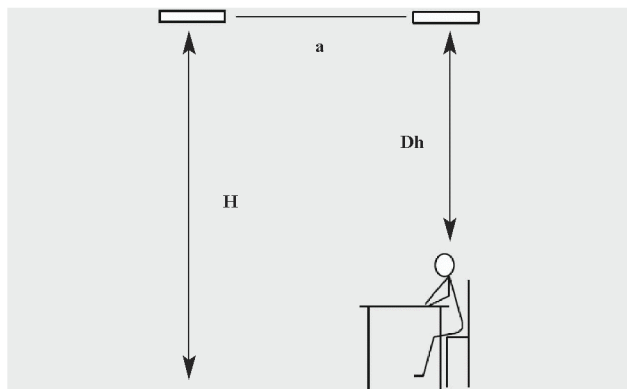
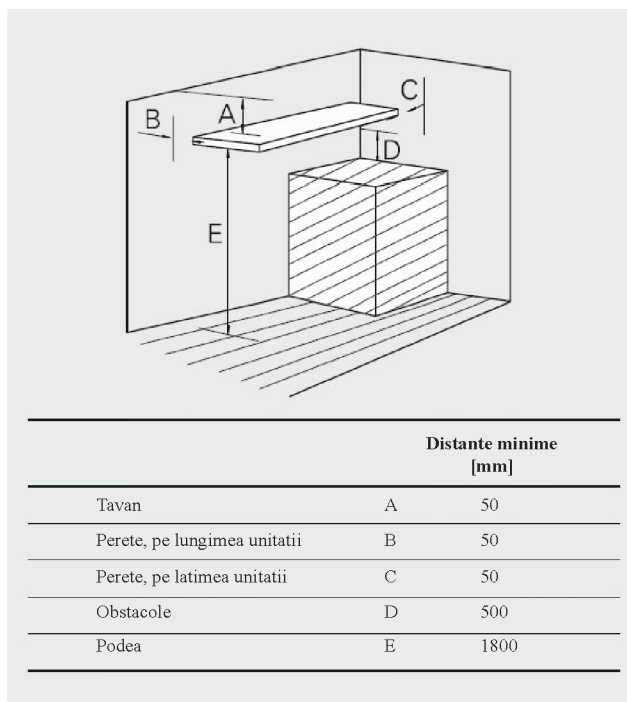

Fig. 2: Pozitionare verticala.
Fig. 3: Distanțe minime de montaj.
La instalarea panourilor distanta dintre unitati ar trebui sa nu fie mai mare decat inaltimea dintre unitate si podea, adica (a) ar trebui sa fie mai mica decat (H), vezi Fig.2. In camere folosite rar aceasta distanta poate fi mai mare. In camere folosite des distanta dintre panou si o persoana care sta la birou ar trebui sa fie macar 1,5 - 2 metri (Δh). Cand aceste doua conditii sunt indeplinite diferenta de temperatura de operare nu va depasi nivelul de confort $\Delta t_{op} = 5^\circ\text{C}$. Asta inseamna ca diferenta dintre temperatura reala si temperatura resimtita de catre o persoana nu va fi mai mare de 5°C .
Panourile se monteaza pe tavan, pe armaturi sau suspendate de tavan prin intermediul cablurilor sau lanturilor sau pe perete prin intermediul bratarilor rigide. Panourile sunt fabricate pentru instalare permanenta. Pentru distantele minime de montaj, vezi Fig.3. Kitul de montaj pe tavan se gaseste in ambalajului panoului, vezi Fig.4. Optional se pot achizitiona bratari rigide pentru montajul pe perete.
Panourile se monteaza pe tavan, pe armaturi sau suspendate de tavan prin intermediul cablurilor sau lanturilor. Panourile sunt fabricate pentru instalare permanenta si trebuie montate orizontal. In locatii folosite frecvent, panoul trebuie montat la o inaltime de 1,5 - 2 metri deasupra capului, vezi Fig.2. Distanța dintre panouri nu trebuie sa fie mai mare decat distanta dintre panou si podea, adica "a" < "H", vezi Fig.2. Distanțele minime de montaj sunt date in Fig.3. Bratarile de montaj pe tavan cat si suruburile se gasesc in cutia de conexiuni a panoului.